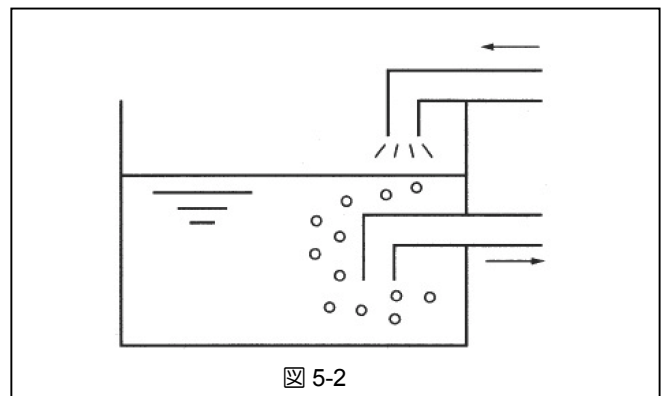

図 5-2
- (3) 吸込槽の液投入口の近くに、吸込管を設けますと、図 5-2 に示すように気泡を吸込んで、揚水不能の原因となります。そのため気泡の届かないところに吸込管を設置してください。